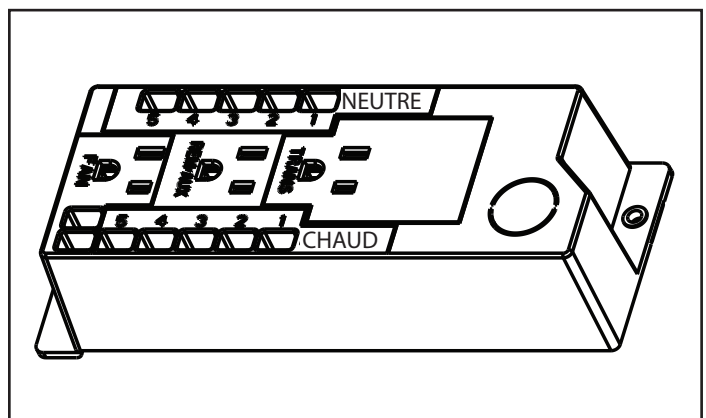

Figure 5.2. Boîte de Jonction
- Démontez la boîte de jonction. Voir figure 5.2